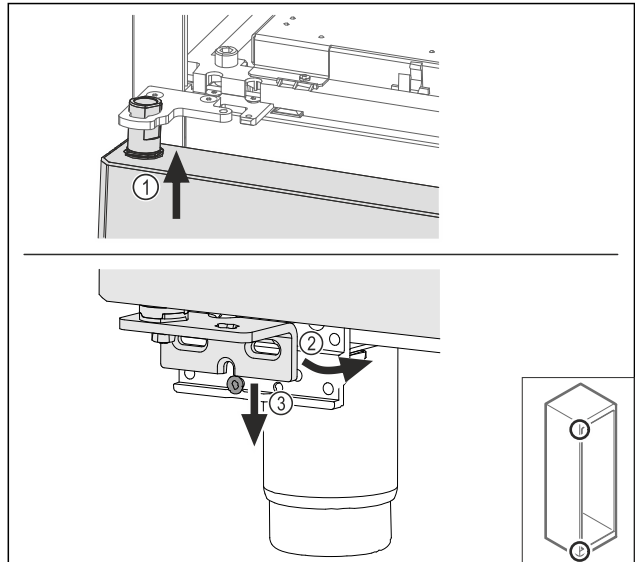

Fig. 56
- Tür leicht gekippt oben einfädeln Fig. 56 (1), Tür gerade ausrichten Fig. 56 (2) und unten auf die Lagerbockschraube Fig. 56 (3) aufsetzen.